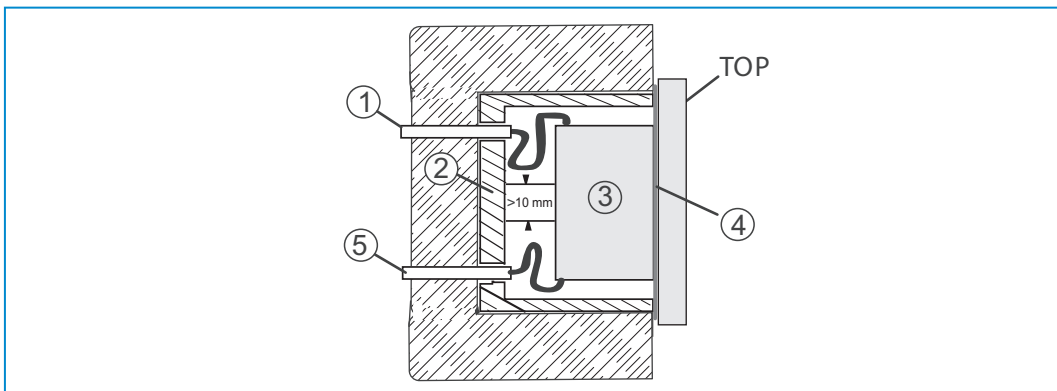

Fig. 8 : circuits électriques TBTS
- » Lors du montage, veiller à une séparation physique (> 10 mm) des circuits électriques TBTS des autres circuits électriques (voir Fig. 8).